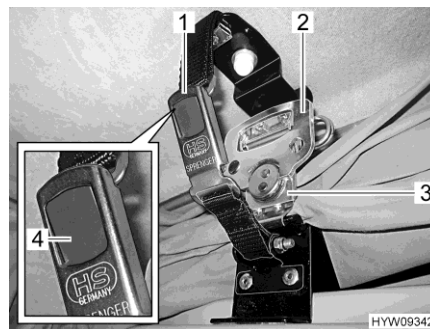

Fig. 49 Bloccaggio (tetto a soffietto)
- Aprire la serratura a scatto (Fig. 49,1) sui due lati. A tale scopo, premere il bottone a pressione grigio (Fig. 49,4).
- Aprire la maniglia (Fig. 49,2) della serratura rapida (Fig. 49,3) e ruotarla per metà giro in senso antiorario. In questo modo il bloccaggio viene sbloccato.